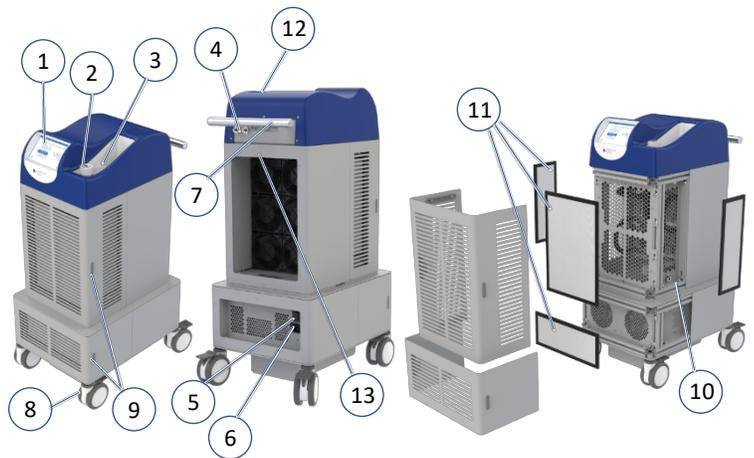

Figure 1. DigniCap Delta
DigniCap Delta (Figure 1) est une unité de refroidissement thermoélectrique dotée d'un système de contrôle intégré commandé par un écran tactile. Les éléments de DigniCap Delta sont décrits ci-dessous.
1. **Cordon d'alimentation C/A** - Le cordon d'alimentation C/A (spécifique à la région) se branche à l'arrière de l'appareil (Figure 1,6) pour alimenter l'appareil. N'utiliser que le cordon d'alimentation C/A fourni avec DigniCap Delta.
2. **Tuyau de thérapie** - Ce tuyau se raccorde à l'arrière de DigniCap Delta (Figure 1,4) et à l'enveloppe de refroidissement (décrite ci-dessous).
4. **Tuyau de vidange** - Ce tuyau se raccorde à l'orifice de vidange (figure 1,10) et sert à vidanger le liquide de refroidissement de l'appareil en vue de son transport ou de son stockage (voir la section Expédition et stockage).
3. Se procurer une bouteille de liquide de refroidissement DeltaCool, retirer le bouchon du réservoir (Figure 1,2) et remplir entièrement celui-ci de liquide de refroidissement. Garder le réservoir SANS le bouchon.